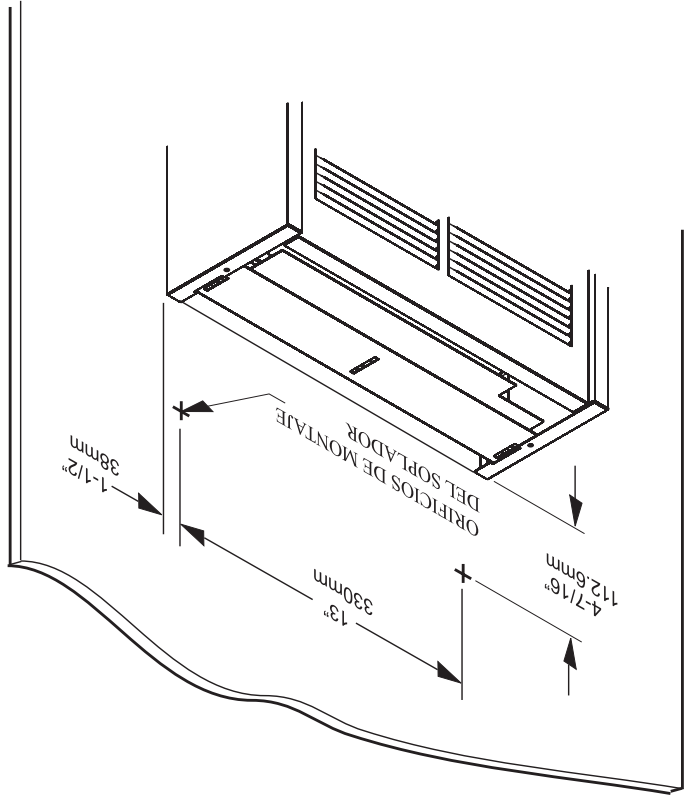

Figura 1
2. Consulte la Figura 1 para obtener las medidas de ubicación de dos (2) orificios de montaje en la superficie de la pared por encima del calefactor.